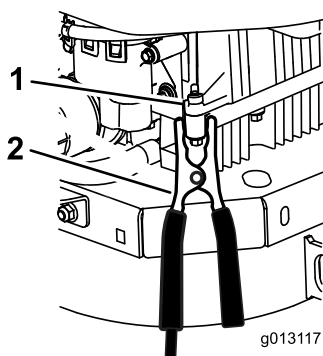

図 51
6. 最後の接続を、救援される側のエンジンブロックに行くバッテリーのマイナス端子ではなく。この状態で、バッテリーからはなれる図 51。